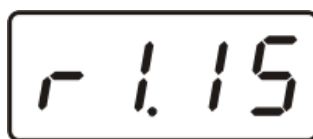

Рисунок 5.1 Индикация версии внутреннего программного обеспечения
- 5.5 При включении газоанализатора на его экране индицируется версия внутреннего ПО, см.Рисунок 5.1.